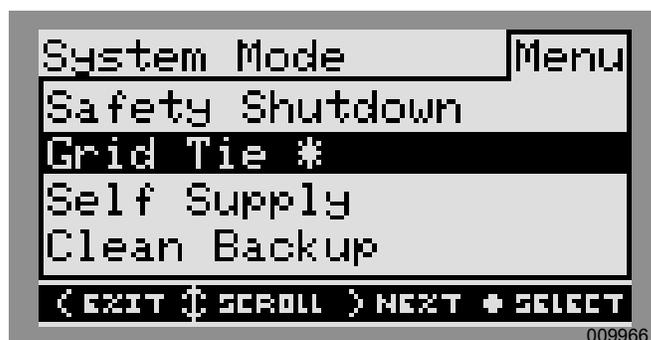

Figura 3-4. Selección de modos de funcionamiento (2 de 4)
2. Consulte la Figura 3-4. Se mostrará una lista de modos de funcionamiento con el modo actual marcado con un asterisco.
NOTA: Es posible que la lista de modos no incluya todos los que se muestran en la Figura 3-4.